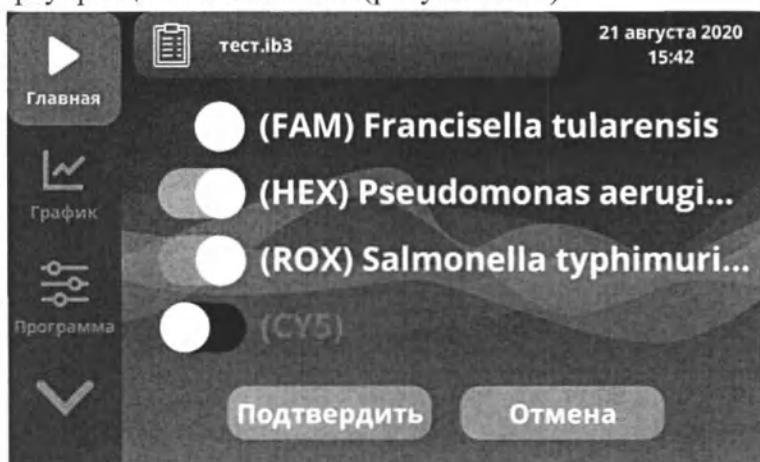

Рисунок 3.15 Выбор отображаемых каналов
3. Нажмите на кнопку **Старт**. Откроется окно с выбором отображаемых флуоресцентных каналов (рисунок 3.15).